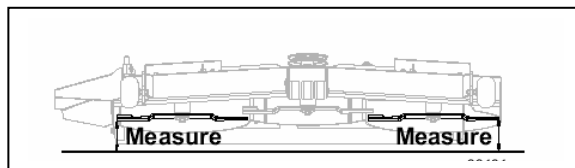

Fig. 17
(Se fig. 17 og 18)
3. Placer venstre knivblad, så det står på tværs af køreretningen og mål afstanden fra den yderste knivspids ned til gulvet (se fig. 17).
3. Placer venstre knivblad så det står på tværs af køreretningen og mål afstanden fra den yderste knivspids ned til gulvet (se fig. 17).